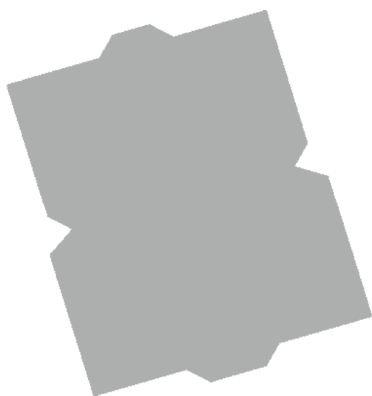

图 16-5 创建填充特征一
STEP 04 单击“关闭”面板中的“确定”按钮，完成截面绘制并退出草绘环境。单击“完成”按钮，完成填充特征的创建，效果如图 16-5 所示。